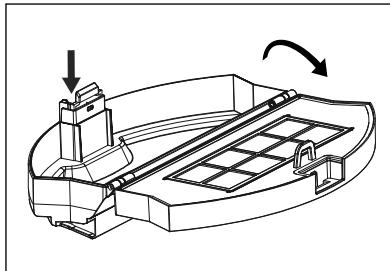

Abb. 8
- 2) Drücken Sie die Entriegelungstaste **15** des Staubbehälters **16** und klappen Sie ihn auf (siehe Abb. 8).